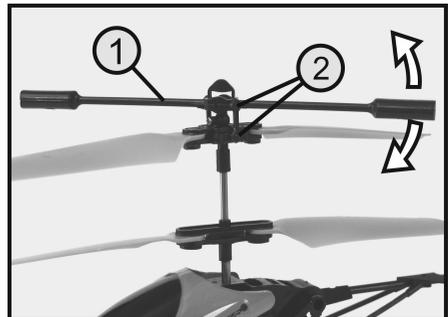

Figure 7
Déplacez la tige de masselotte vers le haut et vers le bas avec la main d'un côté (voir flèches de l'Figure 7) et contrôlez la mobilité des rotules (2).